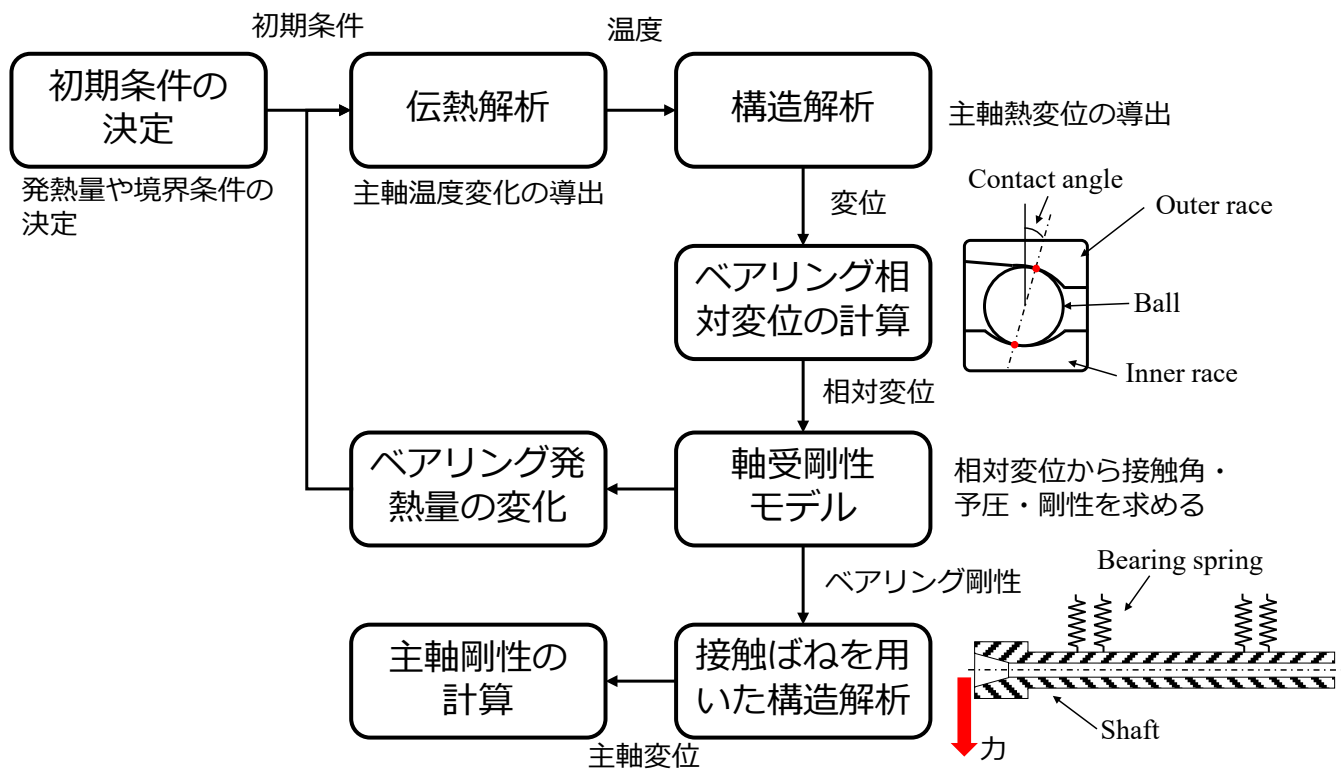

図5 主軸剛性シミュレーションの流れ
機械の性能が実際の運転にそって評価できるようになると、さまざまな問題が明らかになります。主軸に関していえば、回転時の発熱による伸びと剛性の変化です。これに関して、河野准教授は温度変化による主軸剛性の変化をシミュレートし、さらには剛性変化を低減する研究に取り組んでいます。まず、有限要素法と幾何学的なベアリングのモデルを組み合わせ、①温度変化→②ベアリングの接触角と予圧の変化→③ベアリング剛性の変化→④主軸剛性の変化という一連の現象を再現しました(図5)。また、材料のマルチマテリアル化によって熱変位に異方性を持たせ、ベアリング内外輪の相対変位を小さく設計することで、ベアリング剛性の変化を抑制することを試みています。予圧の変化を低減することで温度上昇も抑えられるため、3.3節で後述する冷却エネルギーの削減にも寄与できると期待しています。